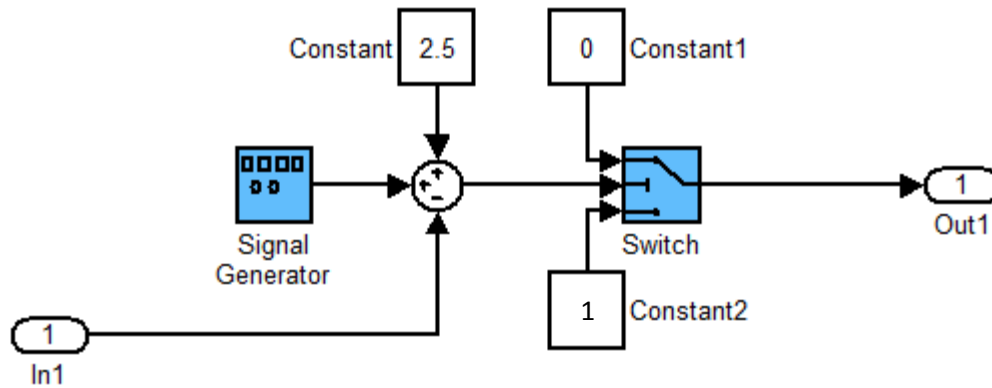
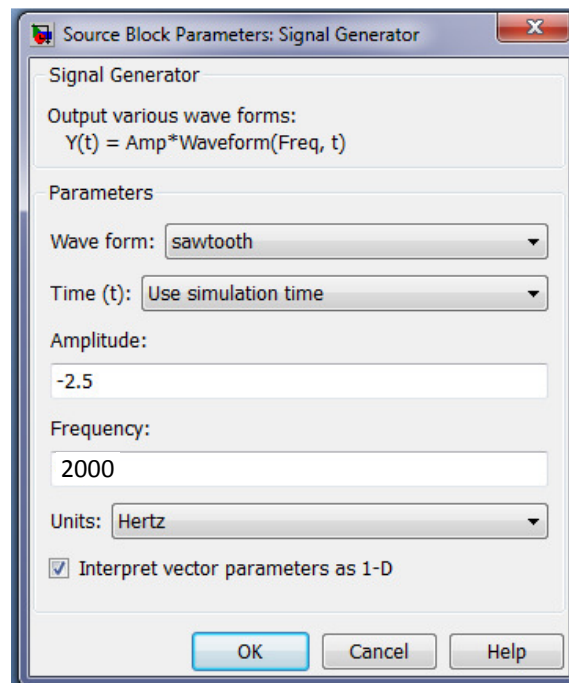

Figura 4.3.- Diagrama de simulación del generador PWM
Figura 4.4.- Configuración del generador de señales de la figura 3.3
La implementación en Simulink del esquema mostrado en la figura se puede realizar mediante un bloque generador de señal tipo rampa y un switch con entrada de control como se muestra en la figura 4.3
Para generar una rampa periódica con una frecuencia de 2 KHz y en el rango de cero a 5 volts, además de sumar el offset constante de 2.5 volts como se muestra en la figura 4.3, la configuración del generador de señal deberá ser la que se muestra en la figura 4.4.
- 1.- Introducir el diagrama de simulación del generador PWM de la figura 4.3 y definirlo como subsistema.